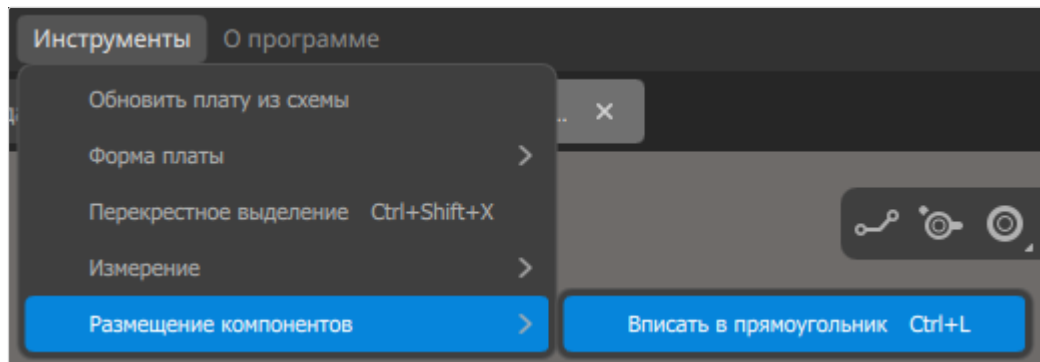

Рисунок 232. Команда меню «Инструменты» → «Размещение компонентов» → «Вписать в прямоугольник»
- 2) Вызвать команду меню «Инструменты» → «Размещение компонентов» → «Вписать в прямоугольник» или использовать сочетание клавиш **Ctrl + L** (см. рисунок 232).